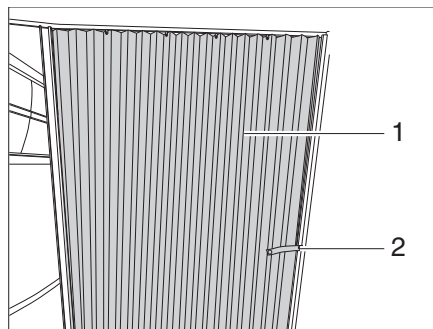

Fig. 168 Rideau pliant
- Détacher la bande de sécurité (Fig. 168,2).
- Tirer le rideau pliant (Fig. 168,1) en position de fermeture.
- Amener le rideau pliant (Fig. 168,1) dans la position d'ouverture.
- Fixer le rideau pliant avec la bande de sécurité (Fig. 168,2).